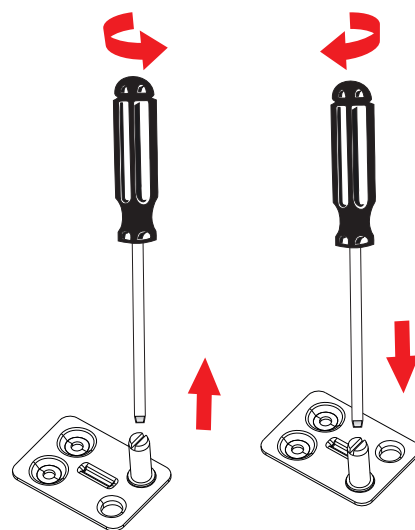

Abb. 12
- ▶ Entfernen Sie den Zapfen des oberen Scharniers (Abb. 12) mit einem Schlitzschraubendreher und drehen Sie den Zapfen in das gegenüberliegende Bohrloch wieder ein.